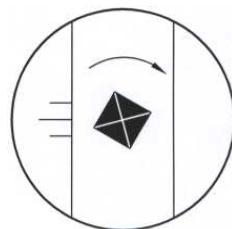

Abbildung 6-19 Falsches Bild
- 6 Sollte das Bild wie in Abbildung 6-19 dargestellt werden, müsse Sie die Schraube noch mal lösen und den Eindringstempel leicht drehen. Führen Sie Schritte 2-5 so lange aus, bis Sie das richtige Bild bekommen.